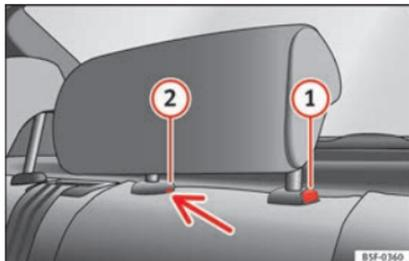

Fig. 147 Apoyacabezas trasero central: punto de desbloqueo.
- Para ajustar el apoyacabezas a una altura menor, pulse la tecla  » » » fig. 147 y desplácelo hacia abajo.
- Pulse la tecla  » » » fig. 147, apretando a la vez por el orificio del seguro  » » » fig. 147 con un destornillador plano de máximo 5 mm de anchura y retire el apoyacabezas.